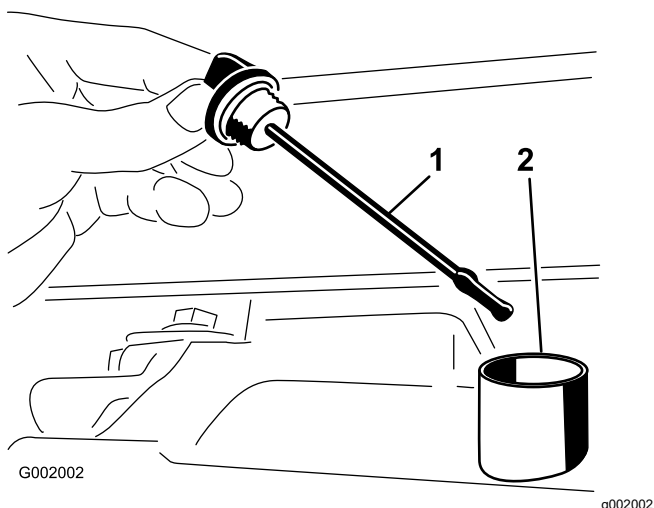

Bild 51
2. Nehmen Sie den Peilstab des Getriebes heraus und wischen Sie ihn mit einem sauberen Lappen ab (Bild 51).